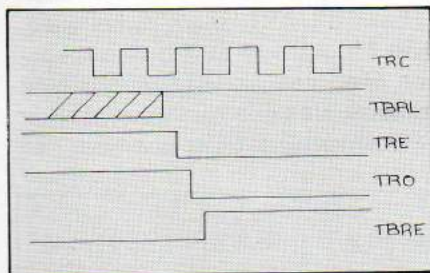

Figure 2 — Transmission
— En émission, dès que TBRE est à 0, on peut charger un caractère sur T1 à T8 en pulsant TBRL à 0. Si une émission est en cours, la transmission se fera à la suite. Le signal TRE à 1 indique que le caractère a été transmis et que le registre est vide. Enfin, le signal série est disponible sur TO (25) (figure 2). L'horloge de transmission fixe le débit d'émission et vaut 16 fois ce débit (cf exemple ci-dessous).